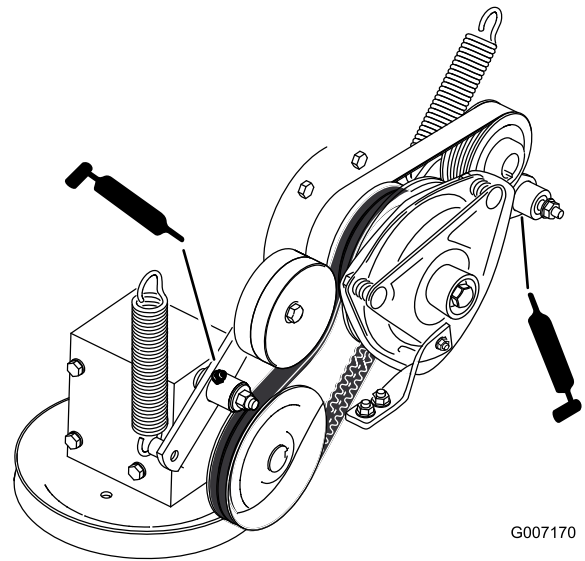

Figura 41
9. Engrase el brazo tensor de la correa de transmisión de la TDF (Figura 41).
10. Engrase el brazo tensor de la correa de la bomba (Figura 41).